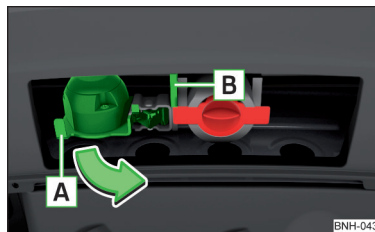

Abb. 146
- Die 13-polige Steckdose am Griff **A** fassen und in Pfeilrichtung ausschwenken » **Abb. 146.**